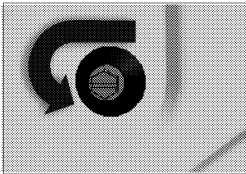

Fig. 1
- Dévissez les vis en tournant dans le sens inverse des aiguilles d'une montre à l'aide d'une clé appropriée. (Fig.1)